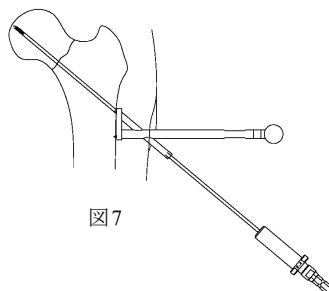

図7
- 1) アンゲルガイドを骨面に設置し、2.4 ガイドピンを骨頭軟骨下骨直下まで挿入します。(図7)